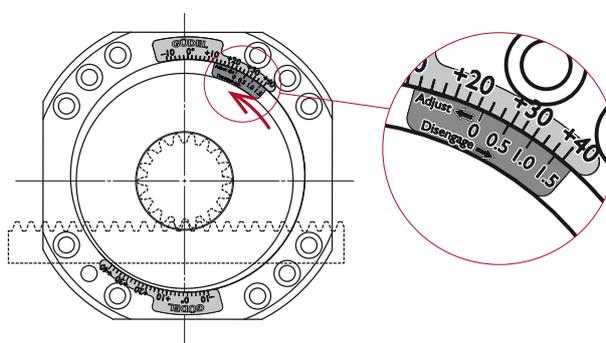

Bild 3: Betriebsposition
8. Das lineare Spiel ist eingestellt (Bild 3)